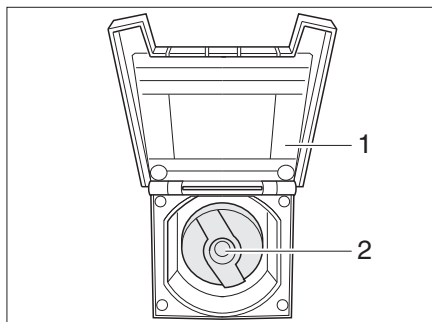

Fig. 152 Couvercle de fermeture pour bec de remplissage d'eau potable
- Ouvrir le clapet de fermeture (Fig. 152,1) vers le bec de remplissage d'eau potable.
- Insérer la clé dans le barillet (Fig. 152,2) et la tourner d'un quart de tour dans le sens inverse des aiguilles d'une montre.
- Fermer le clapet de fermeture (Fig. 152,1).
- Ouvrir le bec de remplissage d'eau potable (Fig. 152).